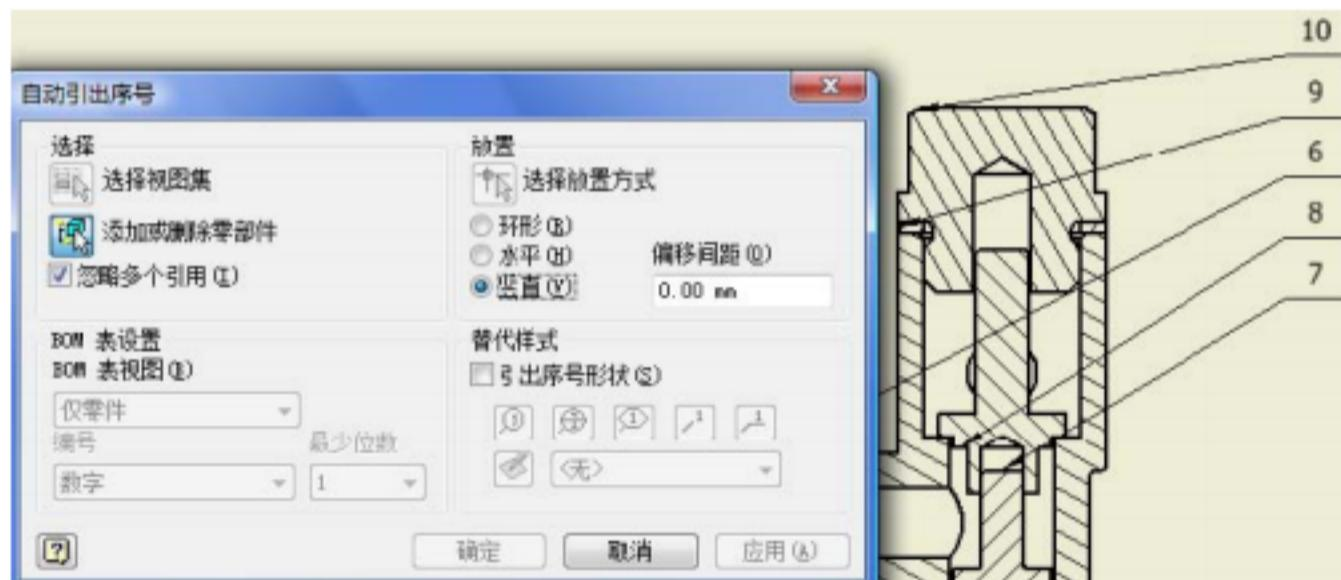

图5-66 选视图、选零件、放置方式
- ③ 在“自动引出序号”对话框中，单击“选择视图集”按钮，并选择需标注序号的视图；单击“添加或删除零部件”按钮，并增减需标注序号的零部件；单击“选择放置方式”按钮，并在工程图上单击放置位置，如图5-66所示。